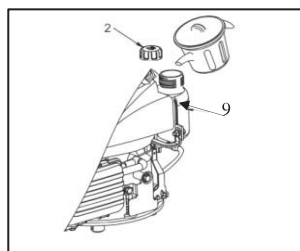

Fig. 4
1. Retire la tapa del depósito de combustible (2).
2. Añada combustible por debajo del límite de nivel de combustible en el cuello del depósito de combustible (9) (consulte la Fig. 4).